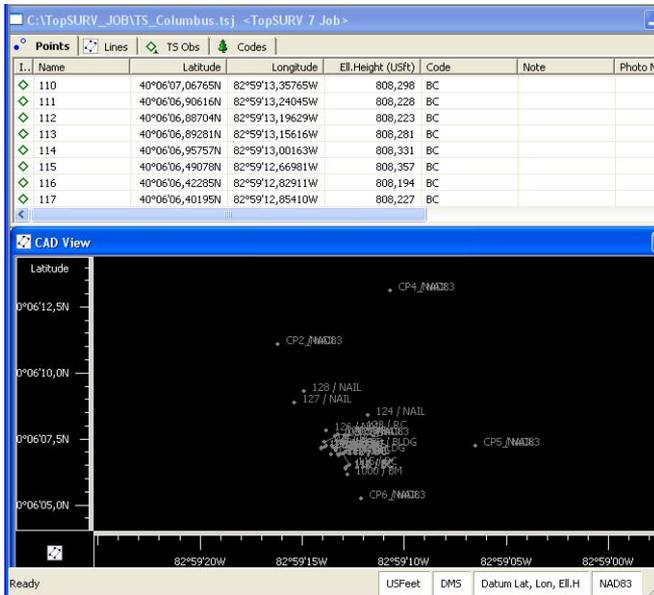

Abbildung B-12. CAD-Ansicht und Register „Punkte“: NAD83-Koordinatensystem
7. Abbildung B-12 zeigt Koordinaten im NAD83-System.